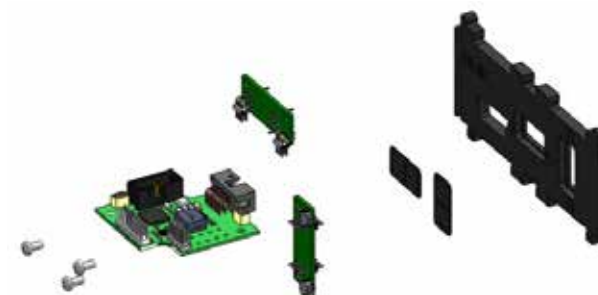

Рисунок 73. Крепление платы СД
1) Плату солнечного датчика соединить с универсальной платой (рисунок 73):